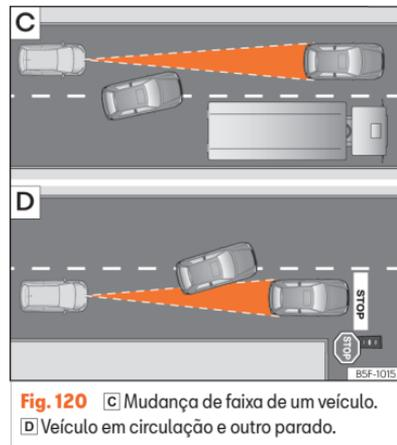

Fig. 120 C) Mudança de faixa de um veículo. D) Veículo em circulação e outro parado.
- Veículos que mudem para a faixa na qual circula a pouca distância do veículo »» Fig. 120 [C].
O ACC não reage perante veículos detidos. Se, por exemplo, um veículo detetado pelo ACC roda ou se afasta e em frente do mesmo se encontra um veículo parado, o ACC não reagirá face a este último »» Fig. 120 [D].